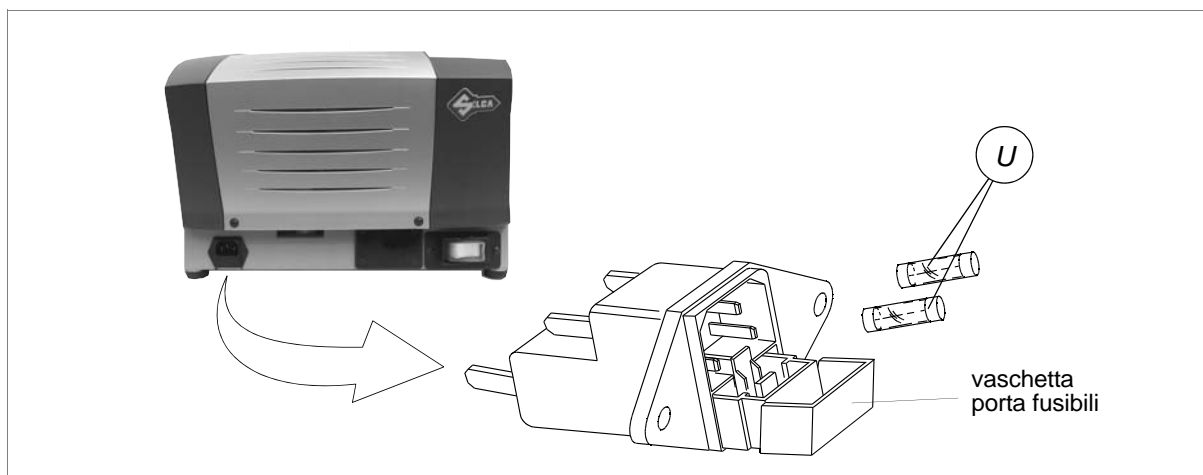

Fig. 24
- 3) Saque la cámara portafusibles que está debajo de la toma de suministro de corriente (fig.24).
- 4) Reemplace los fusibles (U).